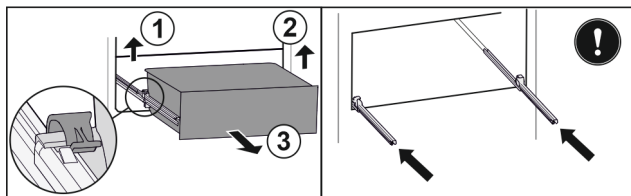

Fig. 39 *
- ▶ Linker klem optillen en gelijktijdig de lade links naar voren trekken Fig. 39 (1).*
- ▶ Rechter klem optillen en gelijktijdig de lade rechts naar voren trekken Fig. 39 (2).*
- ▶ Lade er naar voren uitnemen Fig. 39 (3).*